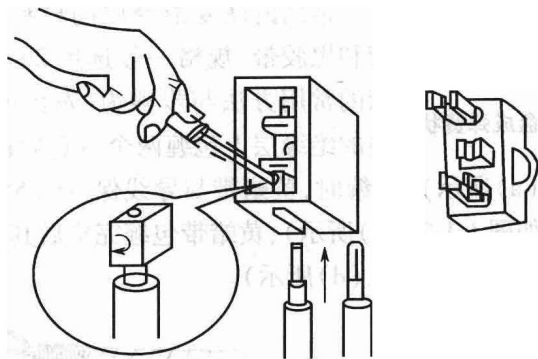

图 1-1-20 在针孔式接线端子上接线
(3) 导线与设备的连接方法
①针孔式,如图 1-1-20 所示。如若单股芯线较细,则应将其折成双根后再插入针孔;如若多股细线,可先在线端装上针式轧头并压紧,然后再插入针孔进行连接。